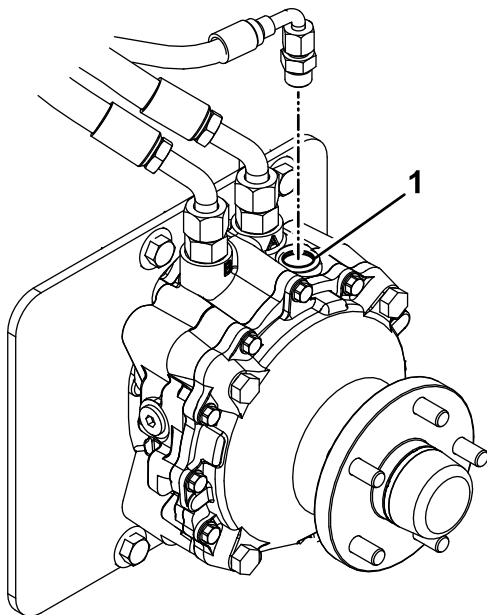

Figura 71
9. Retire el tapón del orificio de llenado situado en la parte superior de cada motor de rueda (Figura 71).